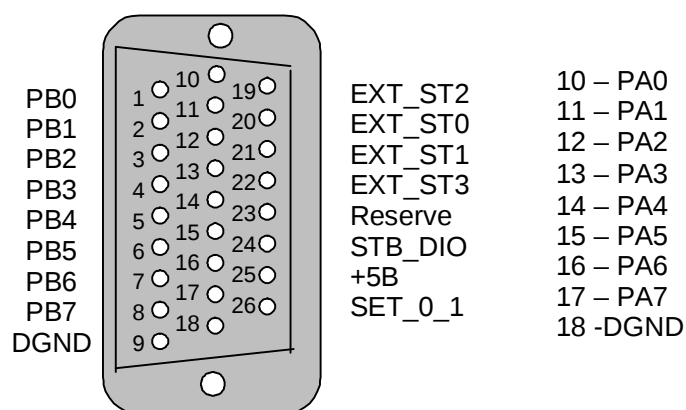

Рис. 4.1
- 4.1.3 Назначение контактов разъема цифрового порта ввода/вывода XP1 (Рис. 4.1) приведено в таблице (Таблица 4. 2).